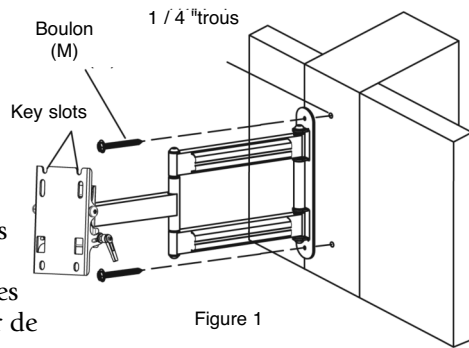

Figure 1
b. Insérez les boulons à bride deux (M) dans les trous à travers la plaque murale et serrez vers le bas. S'assurer que le bras mural est monté avec les fentes clés vers le haut (voir figure 1).